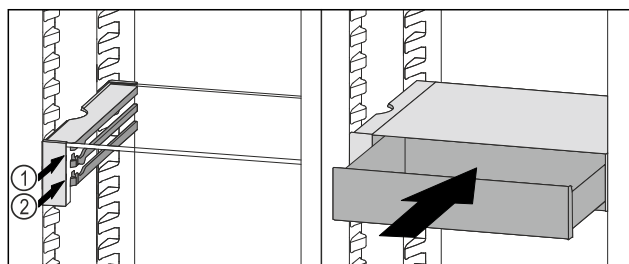

Fig. 246
- Stavite ladicu VarioSafe ukoso iza zaustavljača na željeni žlijeb Fig. 246 (1) ili Fig. 246 (2).